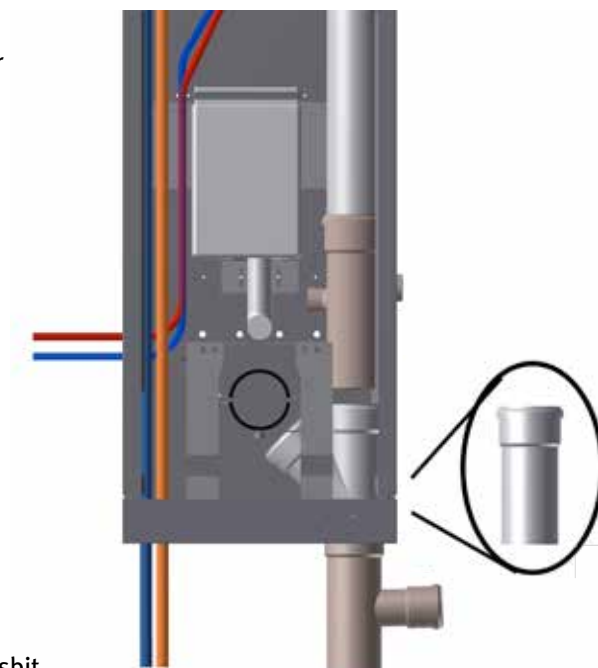

Bild 5. Kapning av passbit.
- Grenrör för avlopp till golvbrunn anpassas i höjd genom att kapa passbiten. Se bild 5